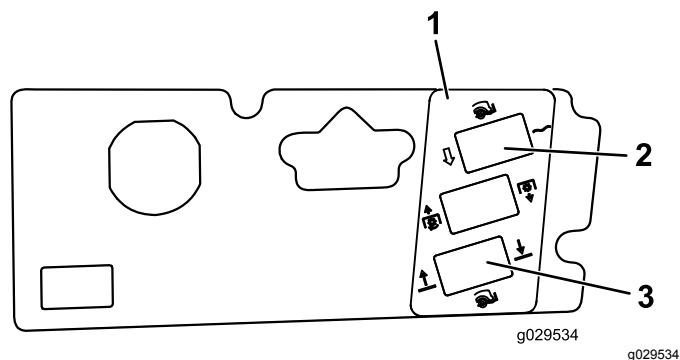

Figura 24
8. Pulite la superficie della plancia e applicate l'adesivo attorno ai fori esposti (Figura 24).
9. Inserite gli interruttori nei fori di montaggio corretti (Figura 24).